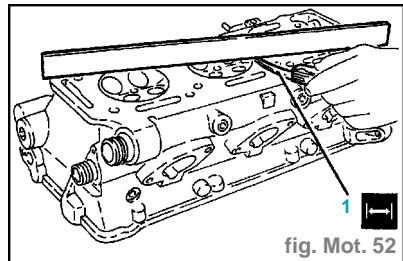

fig. Mot. 52
- Vérifier que la planéité du plan inférieur de la culasse rentre dans les valeurs prescrites (1) (fig. Mot. 52).